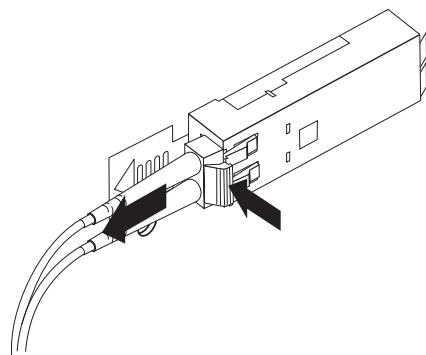

図 24. LC-LC ファイバー・チャネル・ケーブルの取り外し
- 図 24 に示すように、コネクターを慎重に引っ張って、SFP モジュールからケーブルを取り外します。